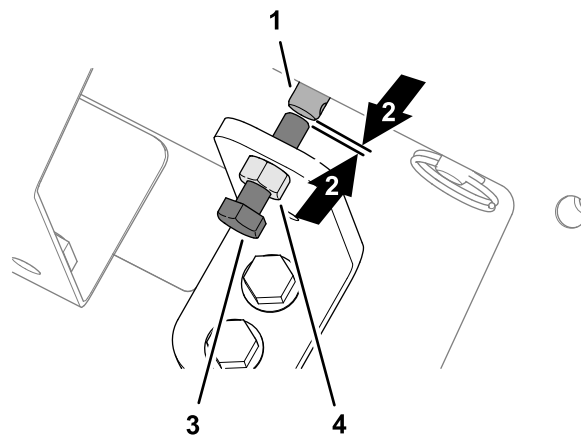

Bild 38
1. Lösen Sie die Klemmmutter an der Halterung für die manuelle Übersteuerung (**Bild 38**).
2. Drehen Sie die Sechskantschraube für die Ventilüberbrückung gegen den Uhrzeigersinn, bis Sie einen kleinen Spalt zwischen dem Ende der Schraube und dem Ende der Stange des Magnetventils der Fahrgeschwindigkeit sehen (Bild 38).
3. Ziehen Sie die Klemmmutter an (Bild 38).